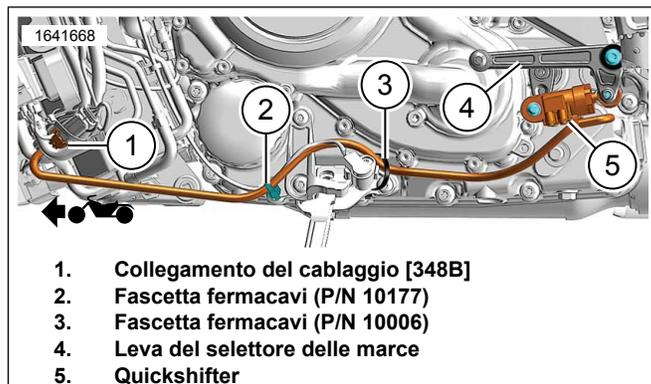

Figura 7. Installazione del quickshifter
- b. Vedere la figura 7. Collegare il cablaggio del quickshifter e quello del cavalletto con una fascetta (3), senza stringere.
- c. Collegare il cablaggio del quickshifter all'attacco del telaio con una fascetta (2), senza stringere.
- a. Vedere la figura 7. Collegare il cablaggio del quickshifter alla staffa del cavalletto con una fascetta (3), senza stringere.
- b. Collegare il cablaggio del quickshifter all'attacco del telaio con una fascetta (2), senza stringere.